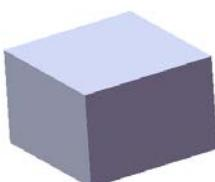
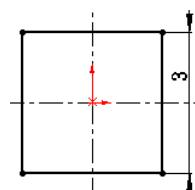

图 14.5.2 凸台一拉伸 1
图 14.5.3 横断面草图
Step2. 创建图 14.5.2 所示的零件基础特征——凸台一拉伸 1。
(1) 选择命令。选择下拉菜单 **插入(I)** → **凸台/基体(B)** → **拉伸(E)...** 命令(或单击“特征(F)”工具栏中的 按钮)。
(2) 定义特征的横断面草图。
① 定义草图基准面。选取前视基准面作为草图基准面。
② 定义横断面草图。在草图环境中绘制图 14.5.3 所示的横断面草图。
③ 选择下拉菜单 **插入(I)** → **退出草图** 命令，退出草图环境，此时系统弹出“凸台一拉伸”对话框。
(3) 定义拉伸深度属性。
① 定义深度方向。采用系统默认的深度方向。
② 定义深度类型和深度值。在“凸台一拉伸”对话框 **方向1** 区域的下拉列表中选择 **给定深度** 选项，在 中输入深度值 2.0。